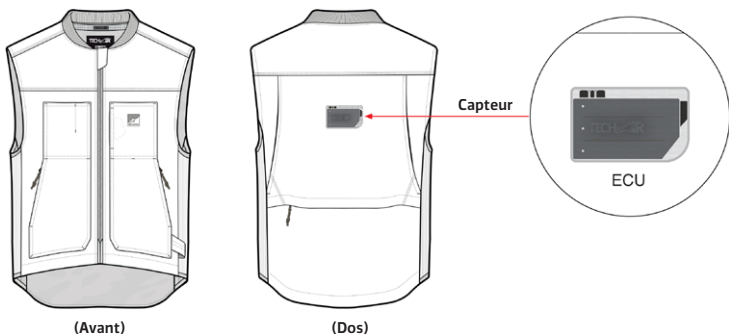

Figure 1 : Emplacement du capteur
Le système se compose d'une veste avec une unité de contrôle électronique d'airbag intégrée (avec des capteurs intégrés) et un écran LED (2) (Figure 1). L'unité de contrôle électronique de l'airbag contient un accéléromètre triaxial et un gyroscope triaxial (également appelé groupe de capteurs). Ces capteurs surveillent le corps de l'utilisateur pour détecter les chocs ou les mouvements inattendus. Si le corps de l'utilisateur est soumis à une quantité d'énergie élevée et/ou soudaine, le système se déploie. Cela peut se produire lorsque la moto est impliquée dans un accident, par exemple lorsqu'elle entre en collision avec un autre véhicule ou un obstacle, lorsque le conducteur perd le contrôle ou tombe de la moto.